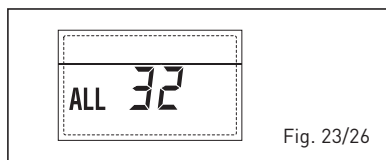

Fig. 23/26
- ANOMALIA COMUNICAZIONE SCHE-DINO RS-485 IN MODALITA' MODBUS "ALL 33" (fig. 23/27)